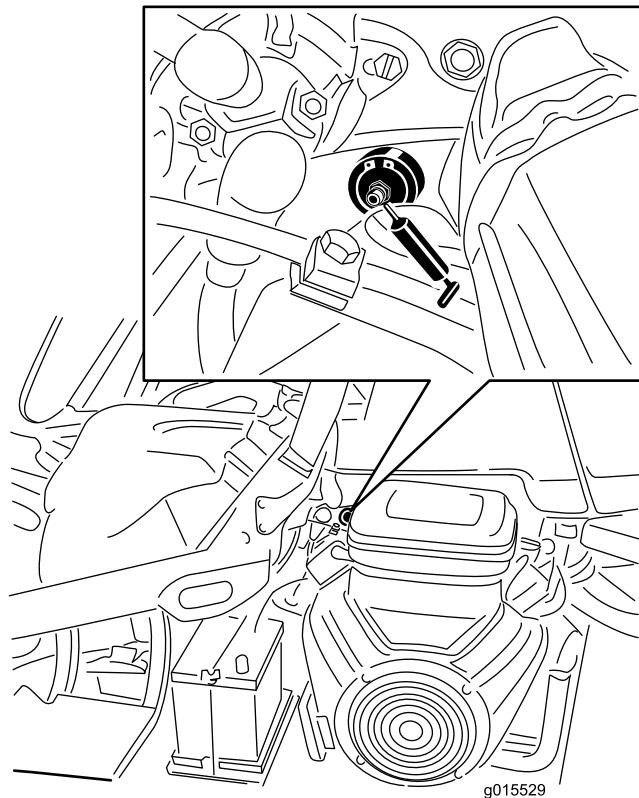

図 40
- 異物を入れてしまわないよう、グリスフィッティングをきれいに拭く（図 40）。